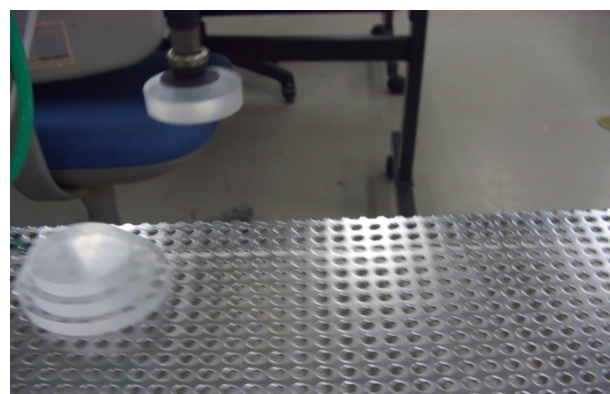

図2 移動中の円盤
2.2 実現方法 円盤を移動させるための方法として空気圧機器を使用する。PLCで空気圧機器を制御し、タッチパネルからの入力に応じて、マニュアル動作させる。図2は空気圧で円盤を吸着し、移動しているところである。また、マイコンで「ハノイの塔」のアルゴリズムをプログラムし、自動で円盤を動かす。さらに、操作開始から終了時の時間計測及びボタンを押した回数を表示し、最高記録を保存できるようにして、ゲームとして楽しめるよう製作する。